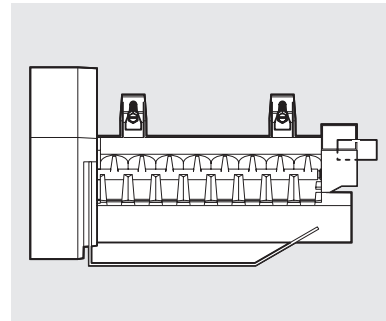

figura 10
13. Conecte el arnés de cableado en el conector montado en el panel posterior del congelador, justo a la izquierda de donde pasa el tubo de entrada de agua. El conector del arnés está enchavetado, por lo que solo entrará de una forma. A continuación, deslice la cubierta del conector de la máquina de hielo sobre el conector (vea la figura 9: presione en la parte superior, enganche en la parte inferior). Después podrá encajar a presión la cubierta del conector de la máquina de hielo en el panel posterior, o deslizar hacia arriba estrechamente en el panel posterior, dependiendo de la versión de panel posterior que usted tenga (vea la nota a continuación). Después, monte la máquina de hielo en los 2 tornillos de montaje que insertó antes en el paso 12. (Vea la figura 10.) Apriete los tornillos. Asegúrese de que el tubo de entrada de agua esté asentado en el interior del vaso de llenado.